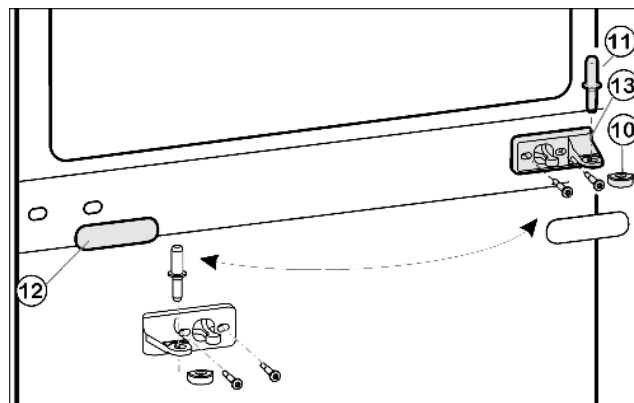
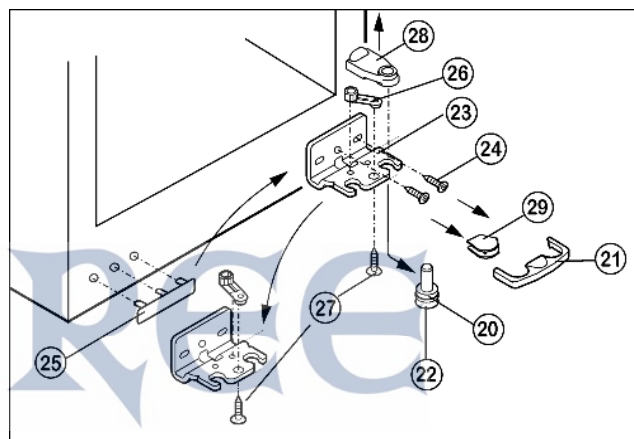

Fig. 5
Fig. 6
- Plastovou čepičku Fig. 5 (10) stáhněte.
- Prostřední ložiskový čep Fig. 5 (11) vytáhněte ze stojanu ložiska a spodních dveří.
- Krytku Fig. 5 (12) opatrně stáhněte.
- Odšroubujte prostřední stojan ložiska Fig. 5 (13) a přesadte na novou stranu závěsu otočený o 180°.
- Krytku Fig. 5 (12) zasuňte na nové straně madla.
- Kryt Fig. 6 (21) stáhněte dolů dopředu.
- Kryt Fig. 6 (29) dole stáhněte.*
- Kryt Fig. 6 (28) odeberte směrem nahoru.*
- Nastavitelnou nožku Fig. 6 (22) zcela zašroubujte.
- Ložiskový čep Fig. 6 (22) vytáhněte dolů a dopředu. Přitom je třeba dávat pozor na pouzdro závěsu Fig. 6 (20).
- Stojan ložiska Fig. 6 (23) odšroubujte (2x Torx 25) Fig. 6 (24).
- Díl ložiska Fig. 6 (26) odšroubujte (1x Torx 25) Fig. 6 (27) a přemístěte do protilehlého otvoru stojanu ložiska, zase přišroubujte.
- Krytku Fig. 6 (25) na straně madla opatrně vytáhněte a přemístěte.
- Stojan ložiska Fig. 6 (23) na nové straně závěsu případně pomocí akumulátorového šroubováku zase našroubujte přes vnější podélný a kulatý otvor.
- Přístroj zase lehce nahněte dozadu a ložiskový čep Fig. 6 (22) přemístěte.
- Spodní dveře nasadíte shora na spodní ložiskový čep Fig. 6 (22).
- Plastovou krytku Fig. 5 (10) zase nasadíte otočenou o 180° na prostřední stojan ložiska Fig. 5 (13).
- Prostřední ložiskový čep Fig. 5 (11) vložte přes prostřední pouzdro ložiska Fig. 5 (13) do spodních dveří na nové straně závěsu.
- Horní dveře usadíte na prostředním ložiskovém čepu Fig. 5 (11).
- Dveře případně pomocí obou podélných děr ve spodním stojanu ložiska Fig. 6 (23) a v prostředním stojanu ložiska Fig. 5 (13) vyrovnejte tak, aby licovaly, a pak šrouby pevně dotáhněte.
- Kryt Fig. 6 (21) zase zatlačte na stojan ložiska dole.